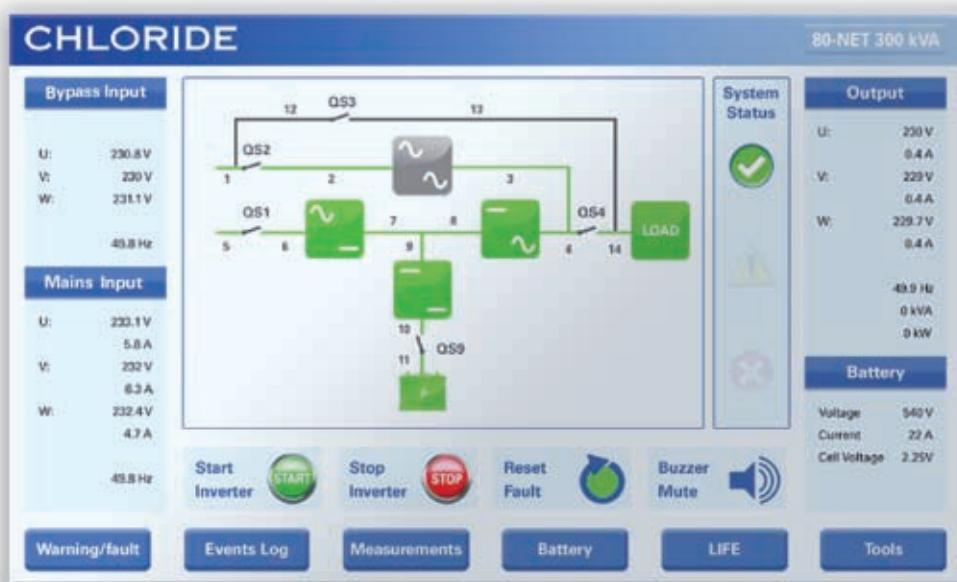

Figure 8. Écran tactile du Chloride 80-NET 300 à 500 kVA.
La page principale de l'écran tactile affiche le schéma unifilaire de l'ASI ainsi que les mesures d'entrée et de sortie et les informations indiquant l'état du système. L'état du système est indiqué au moyen de trois icônes différentes ; l'icône de la coche signifie que l'état est normal (OK), l'icône triangulaire indique un avertissement système et l'icône en forme de croix est activée lorsqu'il existe une défaillance. En dessous du schéma unifilaire se trouvent quatre boutons de commande ; l'un destiné au démarrage et un autre à l'arrêt de l'onduleur, un autre pour la réinitialisation des valeurs par défaut (lequel devient rouge lorsqu'il y a une défaillance du système) et un bouton alarme/silencieux pour activer/désactiver le signal sonore en cas d'alarme (pour plus de détails, voir figure 8).